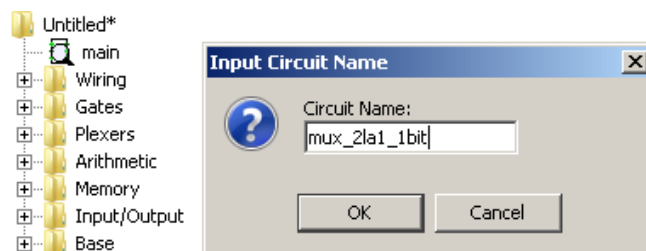

Figura 4 – Asignarea unui nume pentru un modul simplu.
**Pasul 2.** În acest moment va apărea o fereastră, care ne va cere să denumim modulul simplu, Circuit Name:, ca în figura 4. Circuitul va fi denumit mux\_2la1\_1bit și se va da OK.